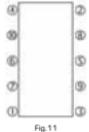

Fig. 11
- Die Verschraubungen gründlich saubern und fetten, einsetzen und die Muttern gleichmäßig kreuzweisen anziehen (in umgekehrter Ausbaureihenfolge, siehe Abb. 11), bis der richtige Abstand zwischen den Platten vorliegt. Vergewissern Sie sich, dass der Abstand rund um die Platten gleich ist.